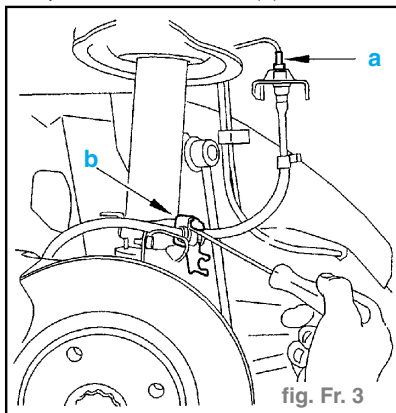

fig. Fr. 3
- Désaccoupler le raccord flexible en «a». (fig. Fr. 3)